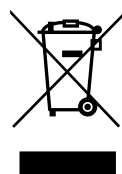

Abbildung 80: Tasten und Komponenten des Steuerelements der Schiebehilfe.
Um den Winkel zu überprüfen, drücken Sie dreimal kurz auf die Power-Taste, um den Anzeigemodus zu wechseln. In diesem Modus wird der in Echtzeit gemessene Winkel angezeigt. Der gemessene Winkel auf der Kalibrierfläche sollte zwischen $-1^\circ / -1,75\%$ und $1^\circ / 1,75\%$ liegen (**Abbildung 80**). Wenn der Winkel mehr davon abweicht, muss das Steuerelement der Schiebehilfekalibriert werden.
12. Drücken Sie die Power-Taste dreimal kurz, um den Anzeigemodus zu wechseln und den in Echtzeit gemessenen Winkel zu überprüfen. Wenn der gemessene Winkel auf der Kalibrierfläche nicht zwischen $-1^\circ / -1,75\%$ und $1^\circ / 1,75\%$ liegt (**Abbildung 80**), wiederholen Sie bitte den Kalibrierungsprozess.